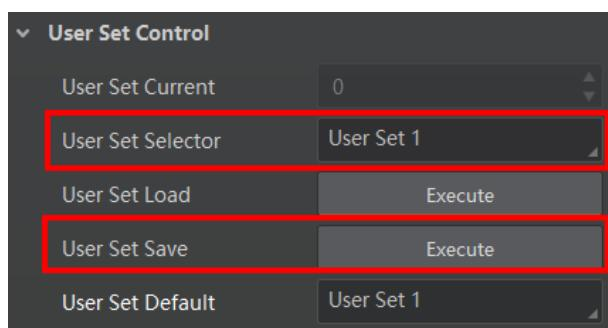

图8-17 保存参数设置
- 保存参数：修改参数后，通过 *User Set Selector* 参数下拉选择其中一套 *User Set* 参数，点击 *User Set Save* 处的“Execute”，即可将参数保存到用户参数中，如图 8-17 所示。